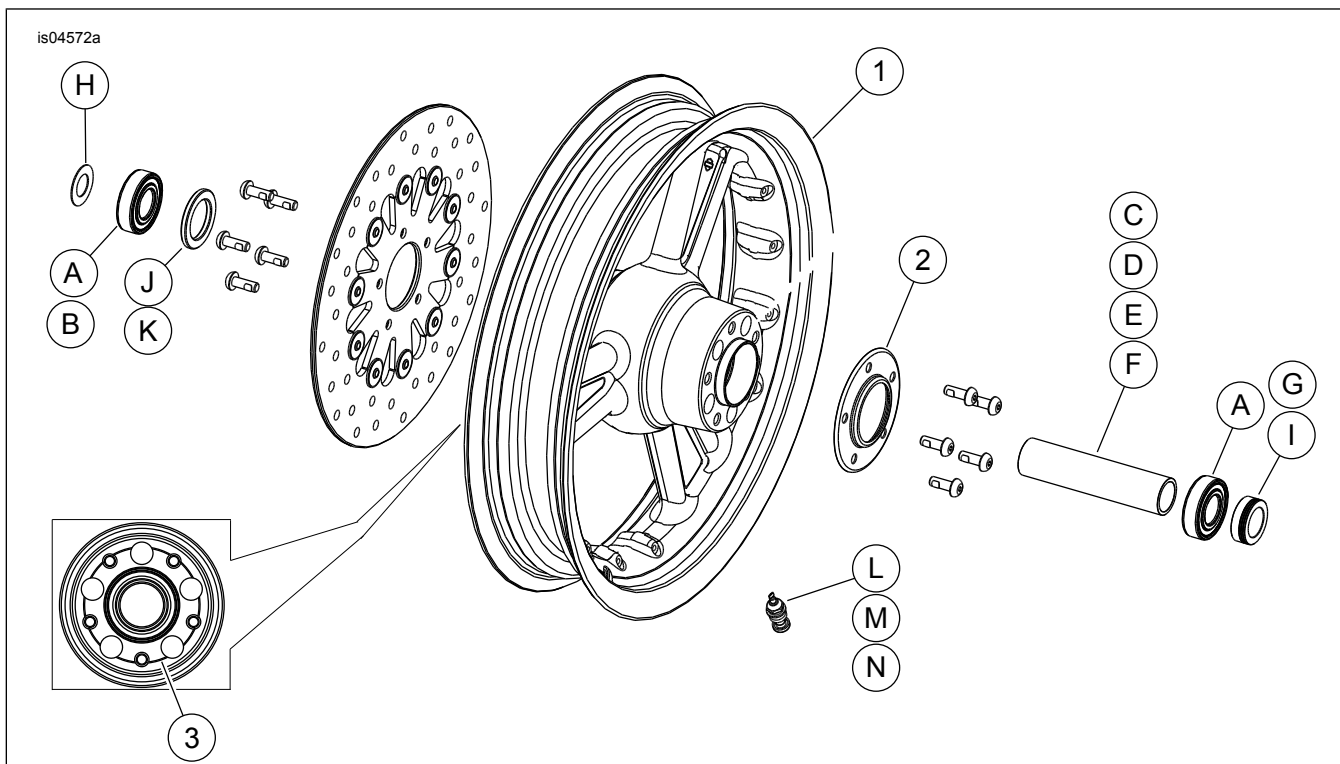

Figura 1. Peças de reposição: Rodas dianteiras Detonator (roda de 16 pol. mostrada)
Veja Figura 1 e as tabelas de peças de reposição.
2. Veja Figura 1. Instale o conjunto da haste da válvula (M) na roda. Consulte PNEUS no Manual de serviço.